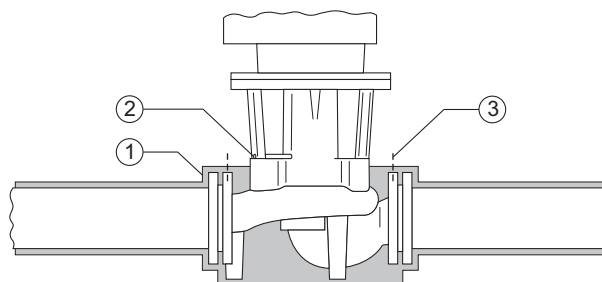

Figura 5
**Isolamento termico di pompe (figura 5)**